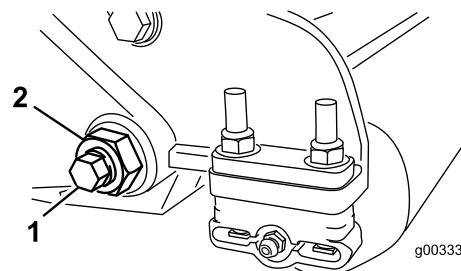
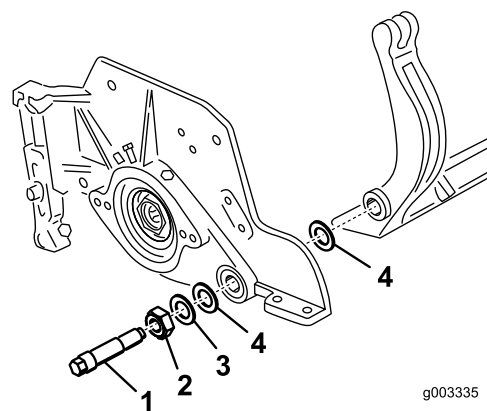

Figure 27
Figure 28
3. De chaque côté de la machine, desserrez le contre-écrou de fixation du boulon de la barre d'appui (Figure 27).
4. Retirez les boulons de la barre d'appui de façon à pouvoir abaisser la barre et la déposer de la machine (Figure 27). Mettez de côté les 2 rondelles en nylon et la rondelle en acier estampé situées de chaque côté de la barre d'appui (Figure 28).
2. Fixez la barre d'appui sur chaque plaque latérale avec les boulons (munis d'écrous) et 6 rondelles. Une rondelle en nylon doit être placée de chaque côté du bossage de la plaque latérale. Placez une rondelle en acier à l'extérieur de chaque rondelle en nylon (Figure 28). Serrez les boulons de la barre d'appui à un couple de 37 à 45 Nm. Serrez les contre-écrous jusqu'à ce que les rondelles d'acier extérieures cessent de tourner et que le jeu axial soit supprimé, mais ne serrez pas excessivement et ne faites pas fléchir les plaques latérales. Les rondelles peuvent présenter un espace à l'intérieur.
9. Fixez la barre d'appui sur chaque plaque latérale avec les boulons (munis d'écrous) et 6 rondelles. Une rondelle en nylon doit être placée de chaque côté du bossage de la plaque latérale. Placez une rondelle en acier à l'extérieur de chaque rondelle en nylon (Figure 30). Serrez les boulons de la contre-barre à un couple de 37 à 45 Nm. Serrez les contre-écrous jusqu'à ce que les rondelles d'acier extérieures cessent de tourner et que le jeu axial soit supprimé, mais ne serrez pas excessivement et ne faites pas fléchir les plaques latérales. Les rondelles peuvent présenter un espace à l'intérieur (Figure 28).